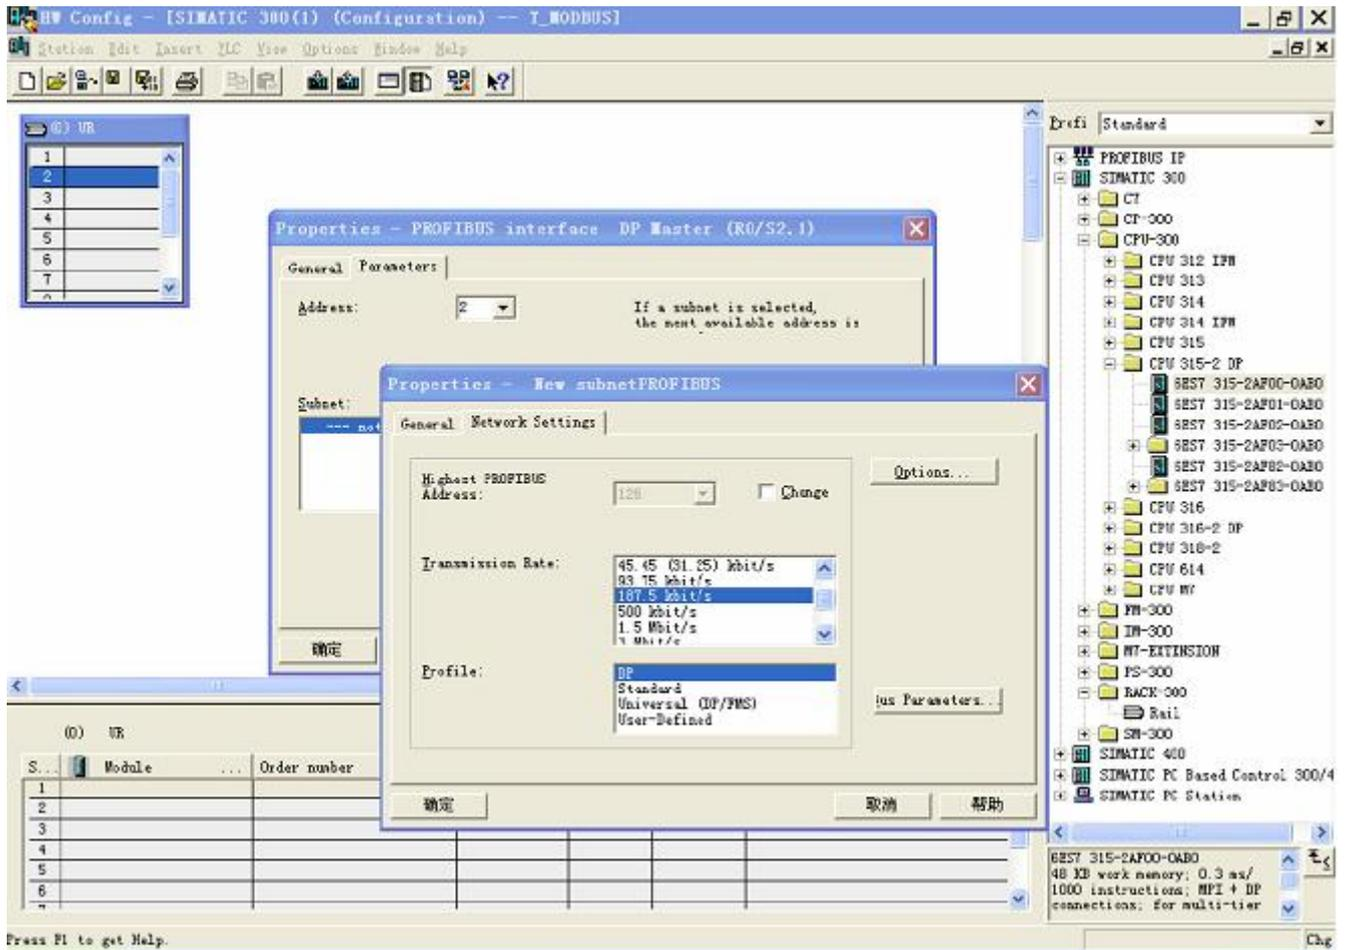

图 8
9. 创建 PROFIBUS-DP 网络, 设置 PROFIBUS-DP: New->Network settings, 选择 DP, 选择一个波特率如 187.5Kbps, 然后 “OK”。双击它; 如图 8